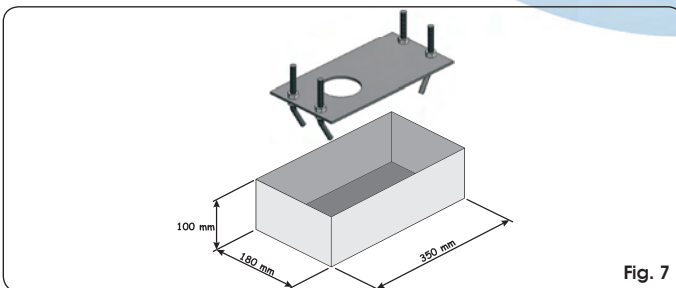

Fig. 7
3. Maak een funderingssokkel zoals in Fig. 7 en metsel de funderingsplaat in met een of meer buizen voor elektriciteitskabels. Controleer met een waterpas of de plaat perfect horizontaal is. Wacht tot het cement gehard is.